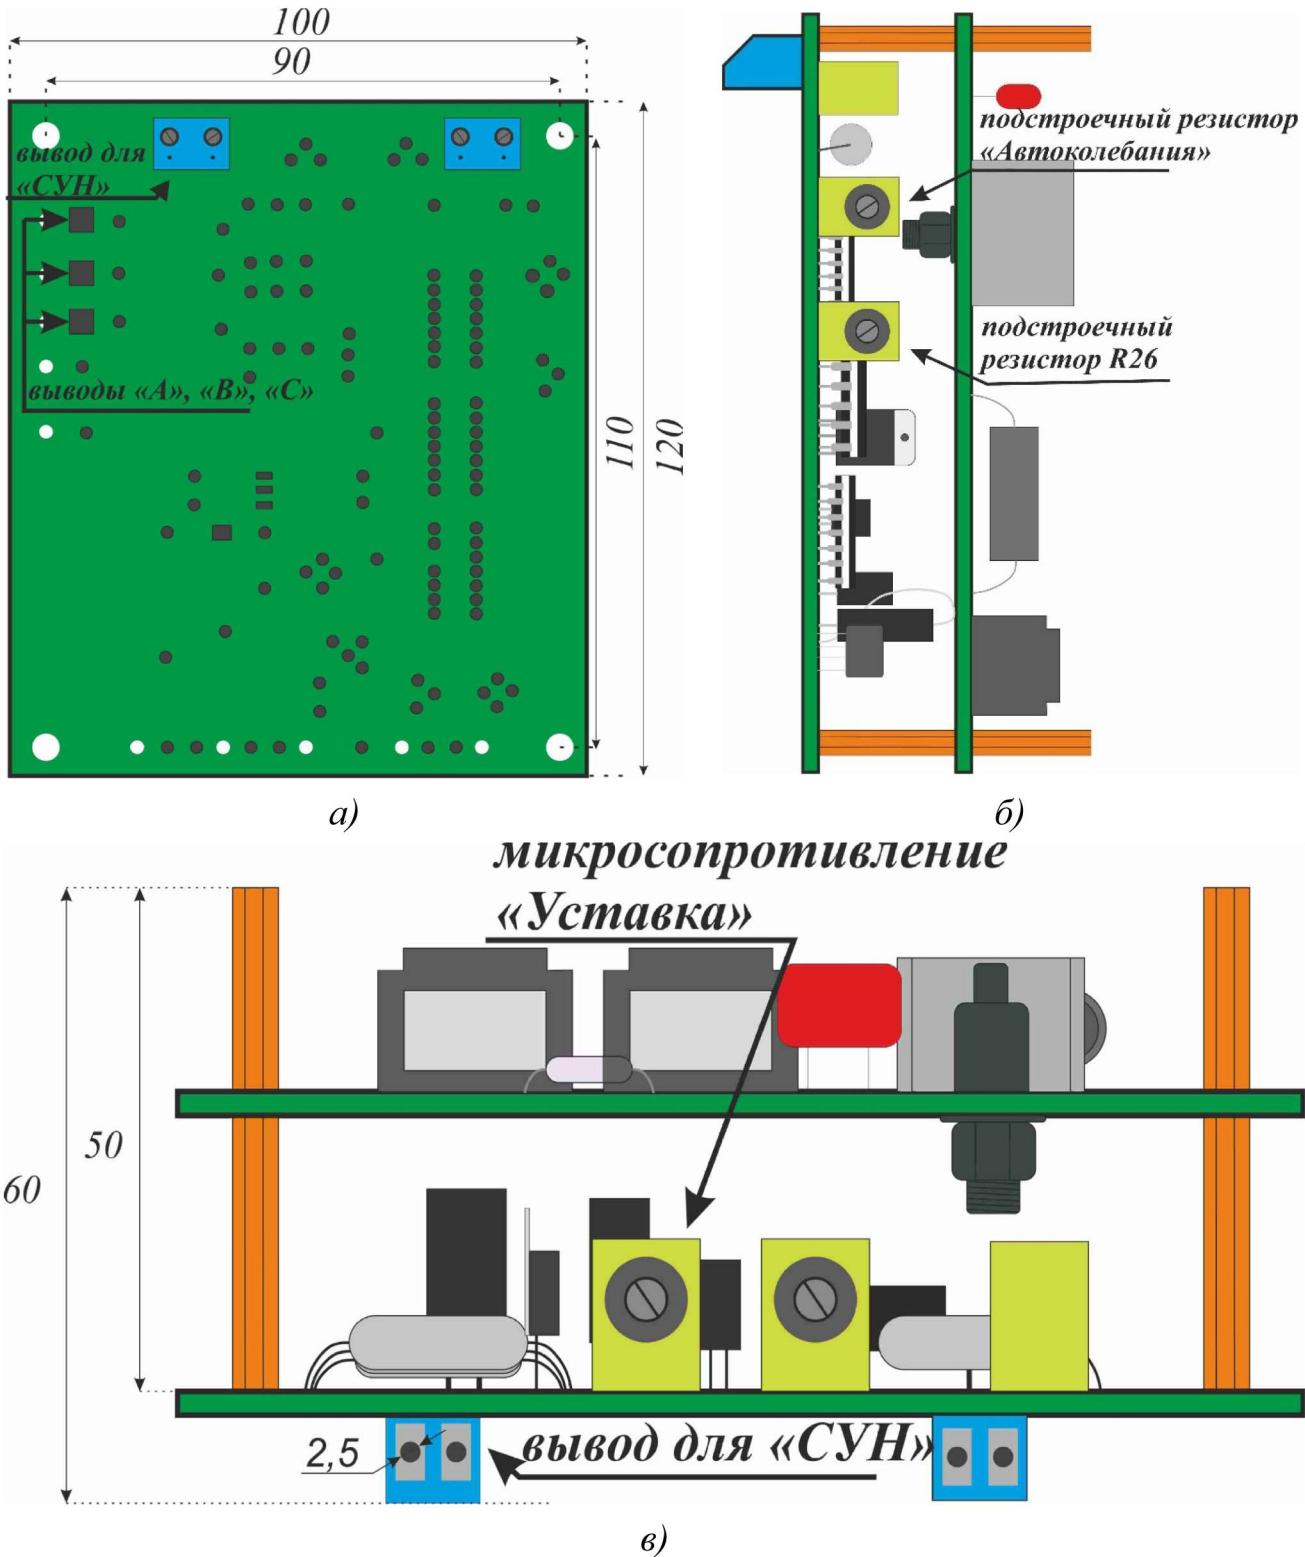

Рис. 2 Структурная схема и основные органы управления изделия:
Основные органы управления настройкой расположены на правой и верхней стороне изделия (см. Рис. 2). Ниже приведены описание и краткая характеристика каждого органа с учетом принятых обозначений:
- грубо выполняется при помощи выносного сопротивления «СУН», которое подсоединяется к изделию при помощи клеммы (см. Рис. 2) и крепится на щите управления генератором; (требуемое значение сопротивления «СУН» должно составлять не менее 4.7 кОм)
- тонко – при помощи микросопротивления «Уставка», расположенным на верхней боковой стороне изделия (см. Рис. 2).
- 4) УСТАНОВИТЬ «ПОДСТРОЕЧНЫЙ РЕЗИСТОР R26» (см. Рис. 2) В СРЕДНЕЕ ПОЛОЖЕНИЕ;